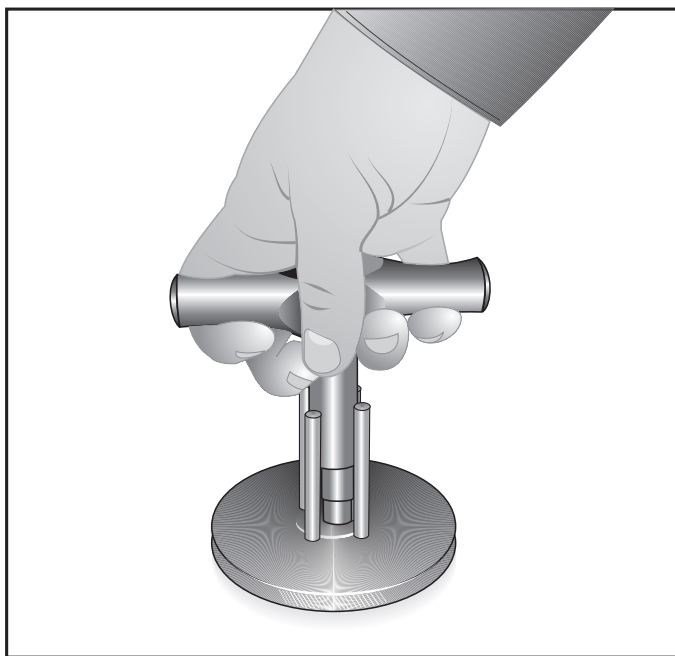

Abbildung 2
5. Richten Sie das Dichtungswerkzeug am sechseckigen Deckel aus, wie in Abbildung 2 dargestellt.